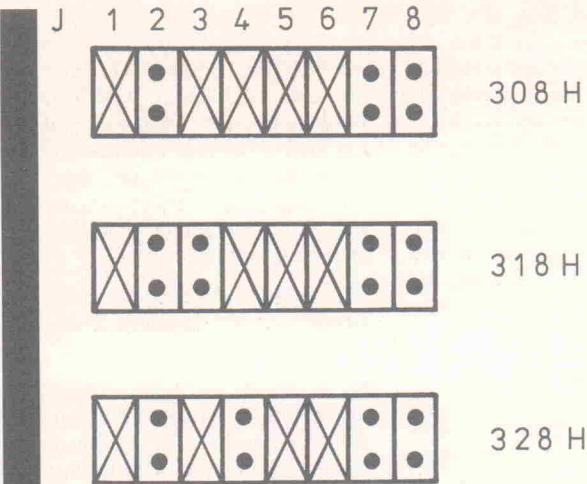

Bild 2. Adressierung des Eventboards.
- Die Steckbrücken für die Wahl der Adressen des Eventboards (Elrad 11/90, Seite 58, Schaltbild 1) sind nicht beschrieben. Beispiele für drei verschiedene Adressbereiche zeigt Bild 2.